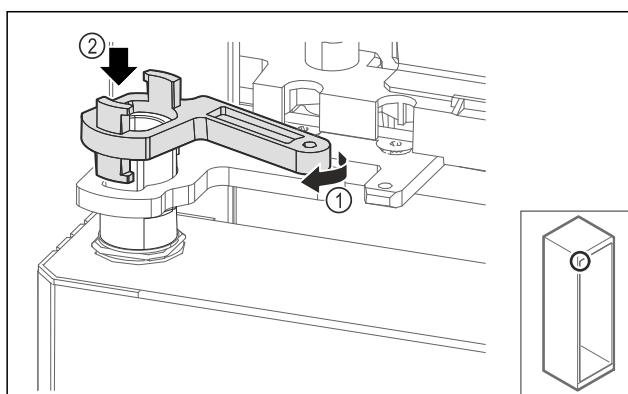

Fig. 62
- Verriegelung Lagerbock leicht drehen Fig. 62 (1) und auf die Hülse aufsetzen Fig. 62 (2).